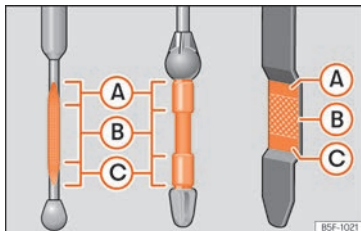

Abb. 313 Ölmesstab
» Abb. 313. Füllen Sie gegebenenfalls Motoröl nach.
- Wenn der Ölstand mindestens den Bereich » » **Abb. 313** **ⓑ** erreicht hat, vorsichtig den Deckel des Einfüllstutzens aufschrauben » » **!**
Liegt der Ölstand über dem Bereich » » **Abb. 313 **Ⓐ**, starten Sie den Motor bitte nicht. Dies könnte zu einer Beschädigung des Motors und des Katalysators führen. Wenden Sie sich an einen Fachbetrieb.**
Der Ölstand darf keinesfalls über dem Bereich » » **Abb. 313 **Ⓐ** stehen, andernfalls könnte Öl über die Entlüftung der Motorölwanne angesaugt werden und über die Abgasanlage in die Atmosphäre gelangen.**